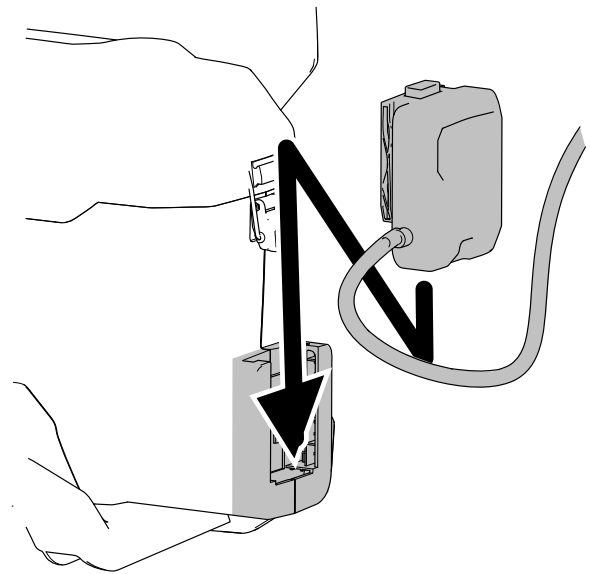

図 4
1. バックパックの取り付け溝にバックパックを合わせ、ラッチがロックするまで押し込む 図 4。